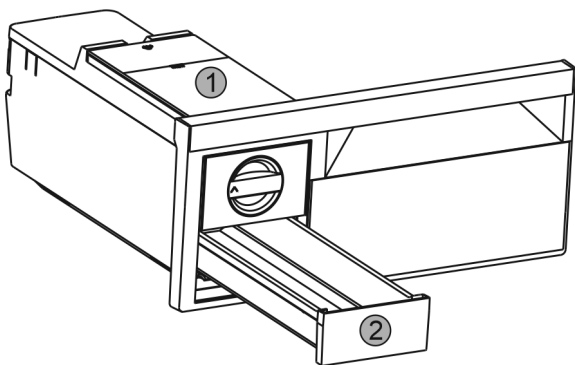

Fig. 66
- ▶ Зняти бак для води Fig. 66 (1) та висувний ящик для виробництва кубиків льоду Fig. 66 (2).